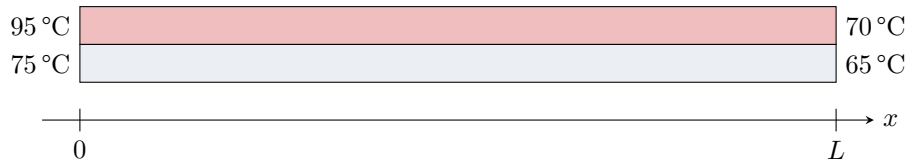

Figure 5 – Schéma de principe de l'échangeur à contre-courant.
- 1 - Par étude des températures limites, identifier sur la figure 5 le fluide chaud, le fluide froid, et leur sens d'écoulement.